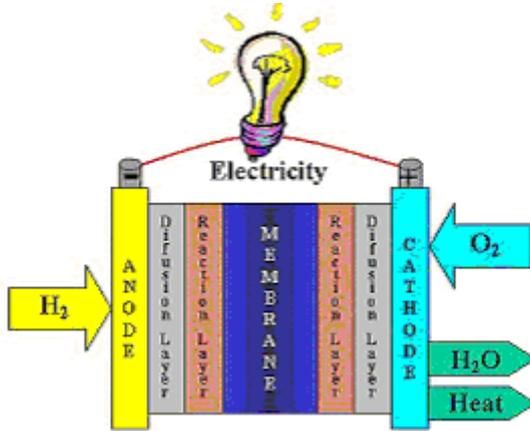

图 3：燃料电池的基本概念
所有燃料电池的基本工作原理都是相同的：将氢的化学能转化为电能。人们已经研究出数千不同类型的燃料电池技术。除了 PEM、PAFC 和 SOFC 之外，还有碱性燃料电池 (AFC) 和熔融碳酸盐 (MC) 燃料电池。PEM 燃料电池因其相对较低的工作温度和较高的效率而广泛用于汽车工业中。图 3 所示为 PEM 燃料电池的工作方式。